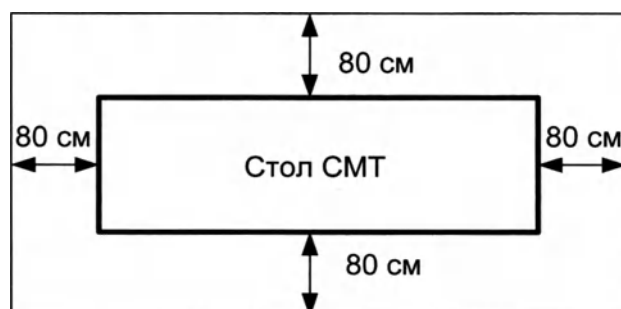

Рисунок 6 – Выбор места для эксплуатации стола
7.1 Перед установкой стола в помещении следует выбрать место для эксплуатации стола, чтобы после установки стола с каждой его стороны осталось пространство шириной минимум 80 см (рисунок 6).